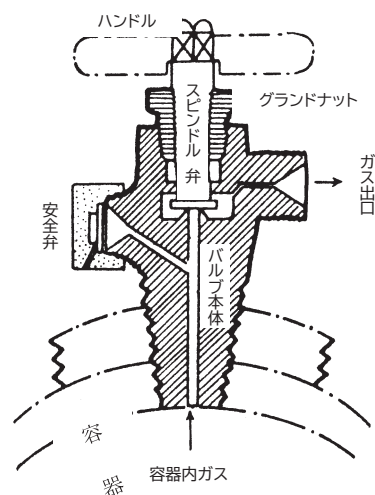

図7 バルブ略図
- バルブの構造の一例を図7に示す。ガスの出口のねじは左ねじの場合と右ねじの場合とがあるから注意すること。